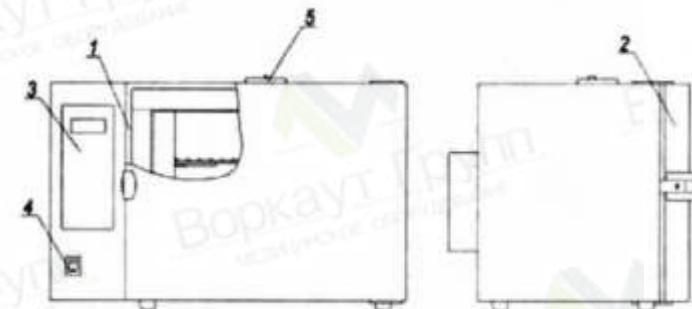
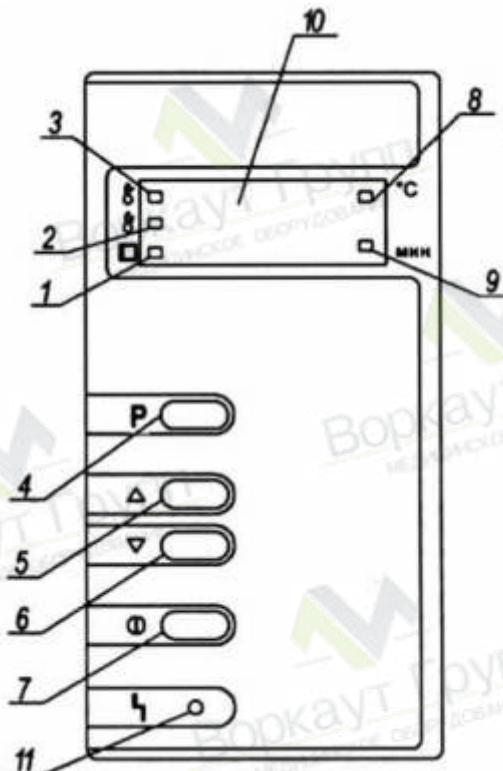

Рисунок 1 - Стерилизаторы ГП МО. Общий вид
Рисунок 2 - Расположение органов управления стерилизатором на блоке управления
1.4.1 Общий вид стерилизатора представлен на рис. 1 и 2.
Установить выключатель (поз.4, рис. 1) в положение "I". На блоке управления загорится индикатор (поз.8, рис. 2), информационное табло (поз.10, рис.2) показывает текущую температуру в стерилизационной камере.
Для выбора программы стерилизации нажать на кнопку "P" (поз.4, рис.2) и выбрать нужную программу путем нажатия на одну из кнопок "Δ", "V" (поз.5, 6, рис.2).
Для запуска выбранной программы кратковременно (не более 2 сек) нажать на кнопку "①" (поз.7, рис. 2). Стерилизатор переходит в фазу "ПОДГОТОВКА". Информационное табло индицирует изменение температуры в камере. Происходит нагрев до установленного значения температуры.
"СТЕРИЛИЗАЦИЯ". Включается светодиодный индикатор "СТЕРИЛИЗАЦИЯ" (поз.3, рис. 2), информационное табло попеременно индицирует время выдержки и текущую температуру в камере. Происходит выдержка при заданной температуре, по истечении которой стерилизатор переходит в фазу "ОХЛАЖДЕНИЕ".
В фазе "ОХЛАЖДЕНИЕ" индикатор продолжает показывать изменение температуры в камере и горит индикатор "ОХЛАЖДЕНИЕ" (поз 2,рис. 2). Температура в камере падает. При понижении температуры до 75°C гаснет индикатор "ОХЛАЖДЕНИЕ", загорается индикатор "ВЫГРУЗКА" (поз.1, рис. 2) и звучит прерывистый звуковой сигнал, который выключается через 1 минуту.
2.3.3 Установить выключатель (поз.4, рис. 1) в положение "I". На блоке управления загорится индикатор (поз.8, рис. 2), информационное табло (поз.10, рис.2) показывает текущую температуру в стерилизационной камере.
6 алгоритм управляющей программы стерилизатора заложена возможность автоматического запуска прерванной (в результате кратковременного пропадания питающего напряжения) программы. Если после включения произошел автоматический запуск программы, то для ее остановки необходимо нажать на кнопку (I) (поз.7, рис.2) и удерживать в течение 3 секунд.
Программа запоминает в энергонезависимой памяти номер последней программы, запущенной на исполнение. Для ее повторного запуска можно сразу нажать на кнопку "(I)" (поз.7, рис. 2), не производя перебор программ,
2.3.2 Для запуска выбранной программы кратковременно (не более 2 сек) нажать на кнопку "(I)" (поз.7, рис. 2). При этом включится вентилятор принудительной циркуляции воздуха внутри стерилизационной камеры и стерилизатор перейдет в фазу "ПОДГОТОВКА", Информационное табло индицирует изменение температуры в камере. Происходит нагрев до установленного значения температуры.
При необходимости запущенную программу можно остановить, нажав на кнопку "(I)" (поз. 7, рис.2) и удерживать в течение 3 секунд. Эту остановку можно выполнить в любой фазе стерилизации.
2.3.3 При достижении заданной температуры стерилизатор переходит в фазу "СТЕРИЛИЗАЦИЯ". Включается светодиодный индикатор "СТЕРИЛИЗАЦИЯ" (поз.3, рис. 2), информационное табло попеременно индицирует время выдержки и текущую температуру в камере. Происходит выдержка при заданной температуре, по истечении которой стерилизатор переходит в фазу "ОХЛАЖДЕНИЕ"
2.3.5 При понижении температуры до  $75^{\circ}\text{C}$  гаснет индикатор "ОХЛАЖДЕНИЕ", загорается индикатор "ВЫГРУЗКА" (поэ.1. рис. 2) и звучит прерывистый звуковой сигнал, который выключается через 1 минуту.